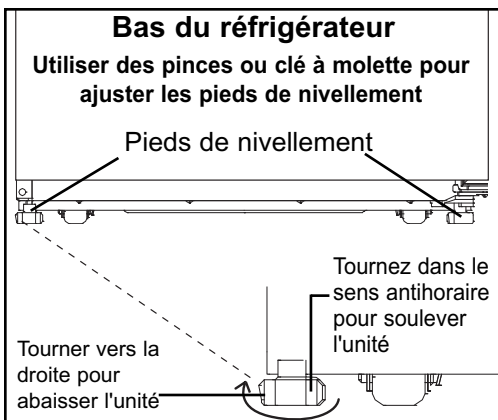

Fig.5.
Pour éviter la vibration, l'appareil doit être absolument horizontal. Les deux premiers pieds de nivellement au dessous du réfrigérateur peuvent être ajustés. (voir Fig.5.)
- 9) Retirez la butée de porte de la porte du réfrigérateur et mettez-la sur le côté opposé **Figure 5.**